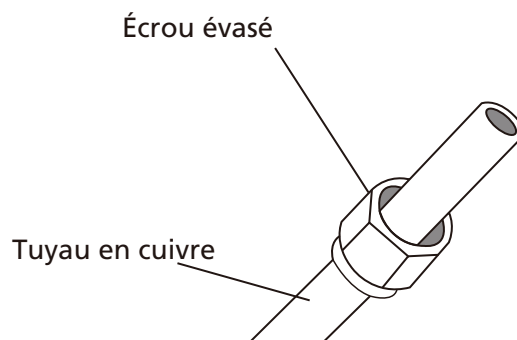

Fig. 5.3
3. Placez un écrou évasé à chaque extrémité du tuyau. Assurez-vous qu'ils sont orientés dans la bonne direction car il ne sera pas possible de les mettre ou de les changer de sens après l'évasement. Voir fig. 5.3